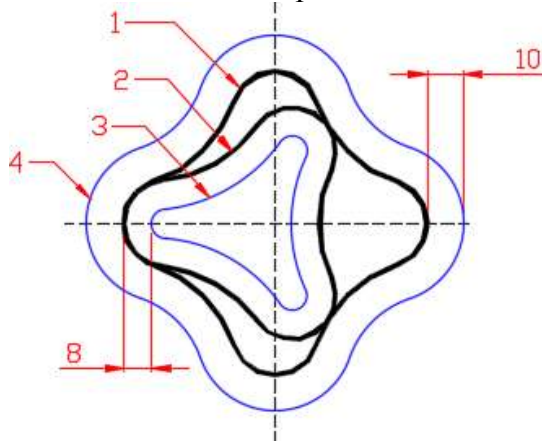
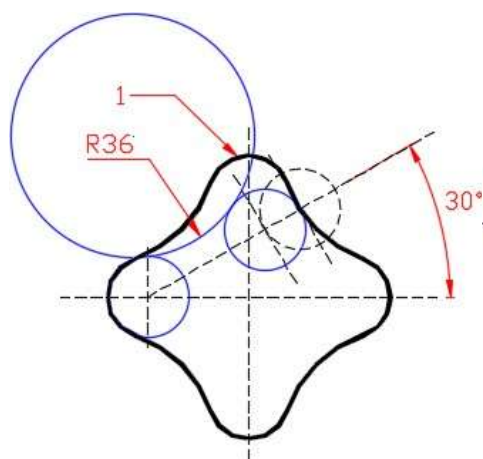

Рис.2
Рис.4
- 1) Вспомогательные построения, показанные на рис.2 и рис.3 используются для построения сопряжения двух окружностей дугой заданного радиуса. Используйте вспомогательные построения на рис.2 для построения фигуры 1 (см. рис.3,4), а на рис.3 для построения фигуры 2 (см. рис.4).
- 2) Фигура 1 на рис.4 получена при помощи команды ПОЛИЛИНИЯ. Для рисования вспомогательных построений использовались команды КОПИРОВАТЬ и Рисование ☐ КРУГ ☐ Две точки касания, радиус. Для вспомогательных построений фигуры 2 использовалась команда ЗЕРКАЛО.
- 3) Для построения фигур 3, 4, показанных на рис.4 пользуйтесь командой СМЕЩЕНИЕ
2. Постройте контуры для штриховки произвольных размеров согласно рис. 4.